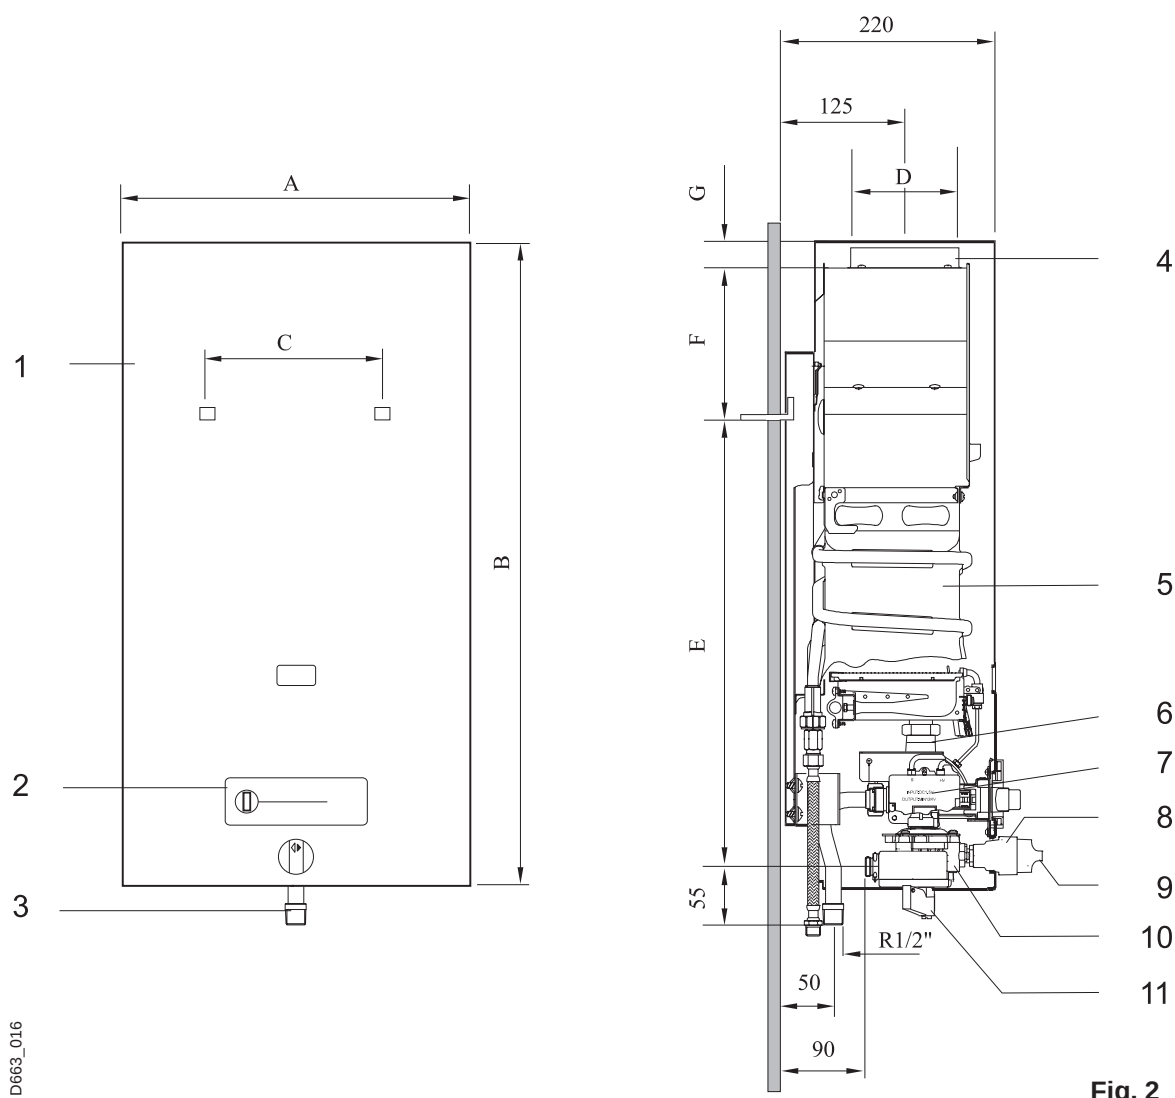

Fig. 2
Enlever préalablement la manette du sélecteur (pos. 9, fig. 2) débloquer la douille filetée (pos. 8, fig. 2) incliner la façade vers l'avant en la soulevant légèrement.
Placer les deux crochets comme indiqué en fig. 2.